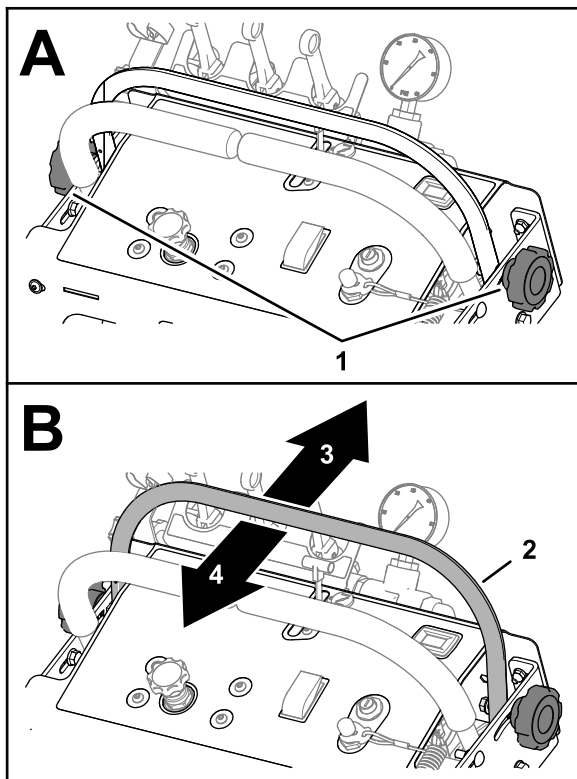

Figura 94
2. Afloje los 2 pomos que fijan la barra de velocidad (Figura 94).
4. Apriete los 2 pomos que fijan la barra de velocidad (Figura 94).